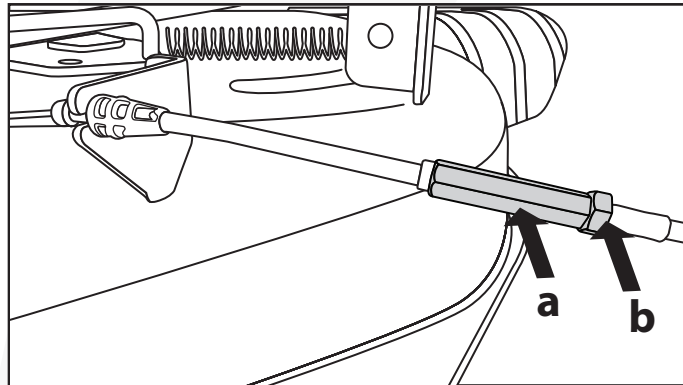

Fig.30
1. El cable de cubierta viene ajustado de fábrica sin que se vean las rosas expuestas detrás de la contratuerca (b).(Fig.30)